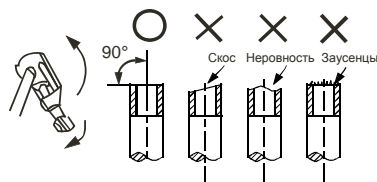

Рис. 7-4
- Отрезать трубу необходимой длины с помощью трубореза (см. рис. 7-4).